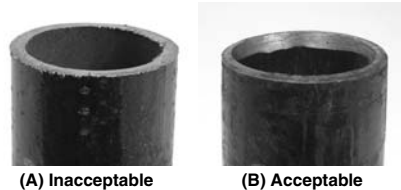

Figure 12 – Surfaçage d'un tuyau stationnaire
- Examinez la surface externe du tuyau pour traces de barbes qui pourraient endommager le joint d'étanchéité du raccord (Figure 12). Consultez le mode d'emploi du fabricant des raccords pour déterminer la conformité de l'ébarbage effectué.